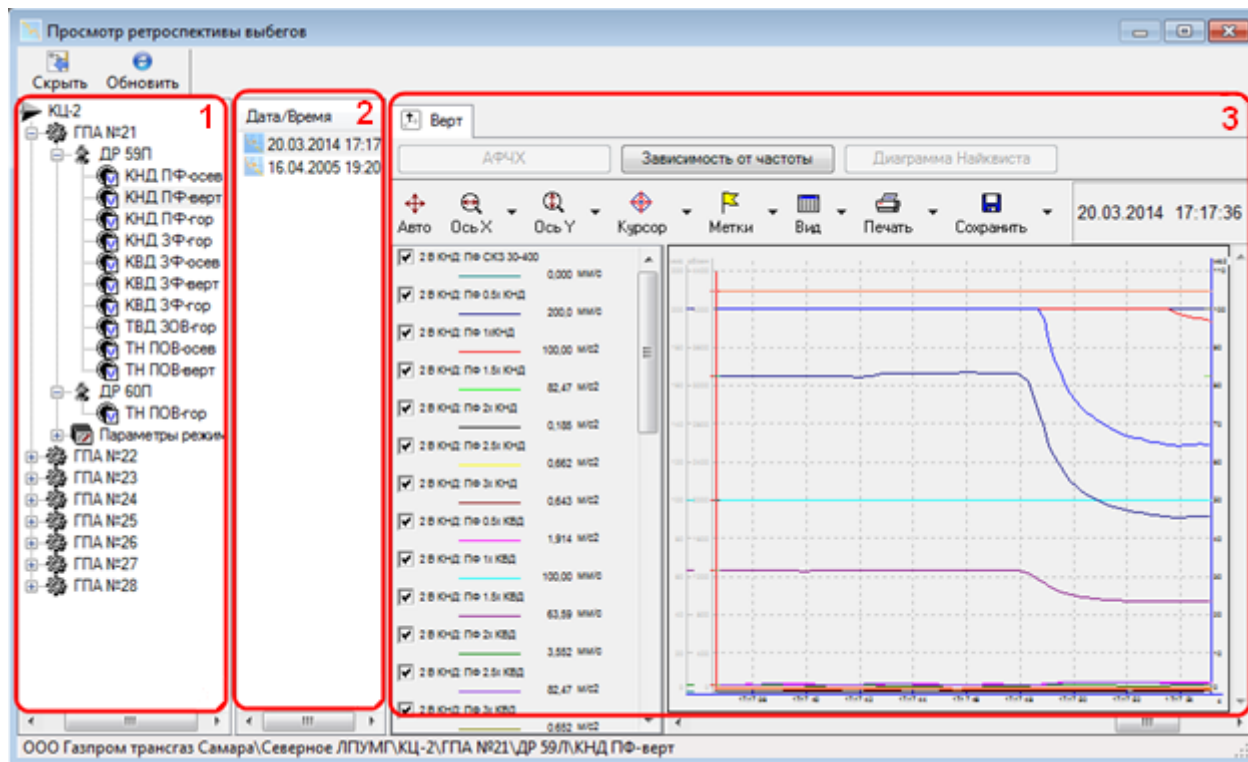

Рис. 32. Окно просмотра ретроспективы выбегов
- Иерархическая структура предприятия (Рис. 32. Окно просмотра ретроспективы выбегов [1]).
- Область выбора выбега по дате и времени (Рис. 32. Окно просмотра ретроспективы выбегов [2]).
- Рабочая область просмотра выбегов (Рис. 32. Окно просмотра ретроспективы выбегов [3]).